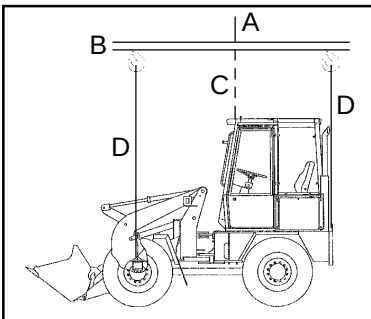

Bild 7-4
- Der Aufnahmepunkt (7-4/A) des Tragemittels (7-4/B) muß genau senkrecht über dem Schwerpunkt (7-4/C) des Gerätes liegen (siehe Bild 7-4), damit sich das Lastaufnahmemittel **waagrecht** über der Längsmittelachse des Gerätes befindet.
(7) Mettre le commutateur de direction (4-13/5) dans la position "0".
(8) Actionner l'interrupteur des feux de détresse (4-14/17).
(9) Desserrer le frein de parking (4-13/3).
- Le point de levage (7-4/A) du moyen de levage (7-4/B) doit être exactement à la verticale du centre de gravité (7-4/C) de l'engin (voir figure 7-4), de manière à ce que le moyen de levage soit **horizontal** et parallèle à l'axe longitudinal de l'engin.
(7) Change over switch for steering in position "rear axle steering" (4-13/5).
(8) Operate the toggle switch for hazard flasher system (4-14/17).
(9) Release the parking brake (4-13/3).
- The lifting point (7-4/A) of the lifting device (7-4/B) must be located vertically and directly above the center of gravity (7-4/C) (see figure 7-4) of the loader so that the lifting device is located **horizontally** above the longitudinal axis of the loader.